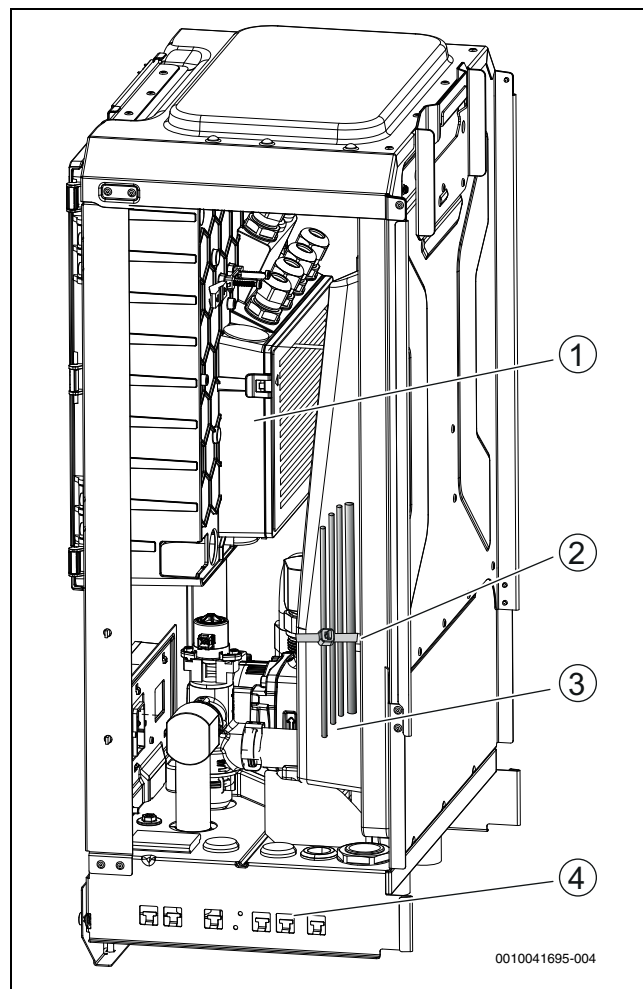

Bild 30 Kabelführung
- Kabel mit Kabelbindern an den Befestigungspunkten befestigen (→Abbildung [3], Abbildung 30 [2], [4]). Darauf achten, die Kabel nicht über Kreuz zu verlegen.
- Kabel in der Inneneinheit verlegen und befestigen (→Abbildung 30).